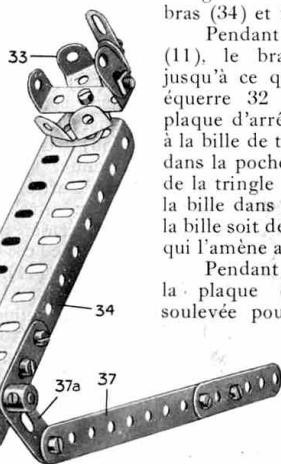

Fig. 5
La poche mobile ainsi que le bras qui la supporte est indiquée à la Fig. 5. La poche est constituée par trois bandes courbées de 38 x 12 mm. montées sur le bras (34), formé par deux cornières de 11 trous. La poche est fixée au bras (34) par une plaque triangulaire de 25 mm., dont les deux trous de base sont boulonnées aux trous extrêmes des cornières (34). La poche étant fixée au trou du sommet, trois rondelles métalliques sont disposées sur le boulon de 12 mm. entre la poche pour pouvoir soulever cette dernière au dessus des boulons des plaques triangulaires. Les cornières (34) à leurs extrémités inférieures sont réunies par un support plat (34a).